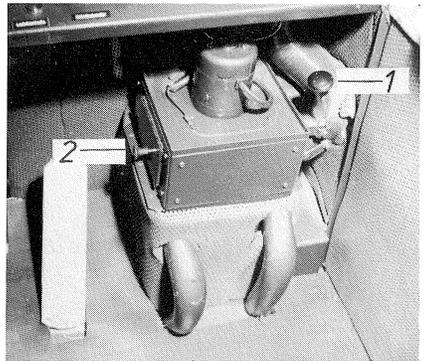

Bild 22
- (2) Zugknopf (Bild 22/1) in "Winterstellung" bringen (Zugknopf hochziehen).
- (3) Soll der Fußraum mitbeheizt werden, wird die Klappe (Bild 22/2) geöffnet (Klappe links schwenken).